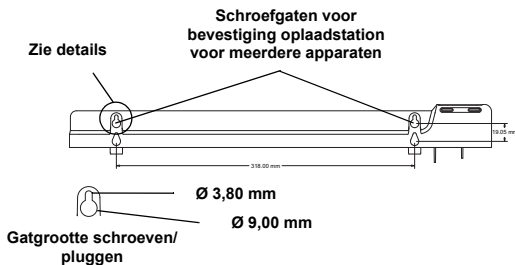

Figure 3: Functies wandmontage
2. Meet en markeer de boorgaten met behulp van de afmetingen zoals weergegeven in Afbeelding 3.